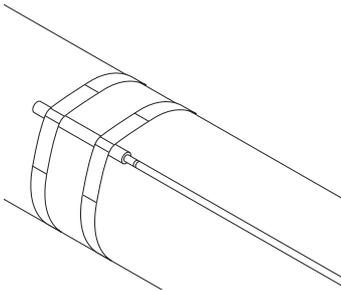

Figura 7: Montagem do sensor de temperatura na tubulação
- A posição correta é na parte superior do tubo. (Figura 7)
- Use duas faixas de fita de vidro para garantir sua posição. (Figura 7)